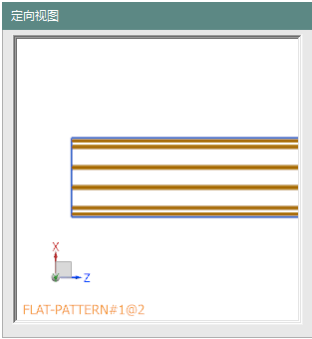

图 9-16 “定向视图”预览框
(3) 在法向矢量下拉列表中选择“YC”轴，在 X 向矢量下拉列表中选择“ZC”轴，“定向视图”预览框如图 9-16 所示，单击<确定>按钮。